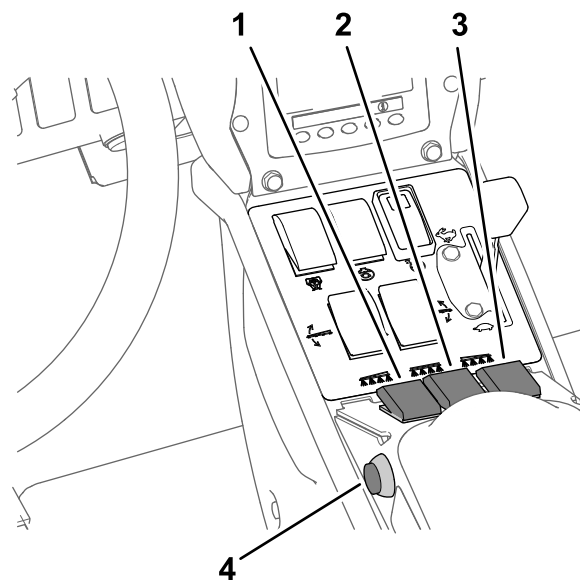

Figure 41
- Placez le(s) interrupteur(s) de section en position ACTIVÉE (Figure 41).
- Conduisez à la vitesse voulue, puis réglez la commande générale des sections en position MARCHE pour commencer la pulvérisation (Figure 41).
3. Placez la commande générale des sections en position ARRÊT; voir Figure 41 sous Pulvérisation en mode débit d'application (page 38).
7. Placez les interrupteurs des sections individuelles en position ACTIVÉE; voir Figure 41 sous Pulvérisation en mode débit d'application (page 38).
9. Conduisez à la vitesse voulue puis réglez la commande générale en position MARCHE pour commencer la pulvérisation; voir Figure 41 sous Pulvérisation en mode débit d'application (page 38).